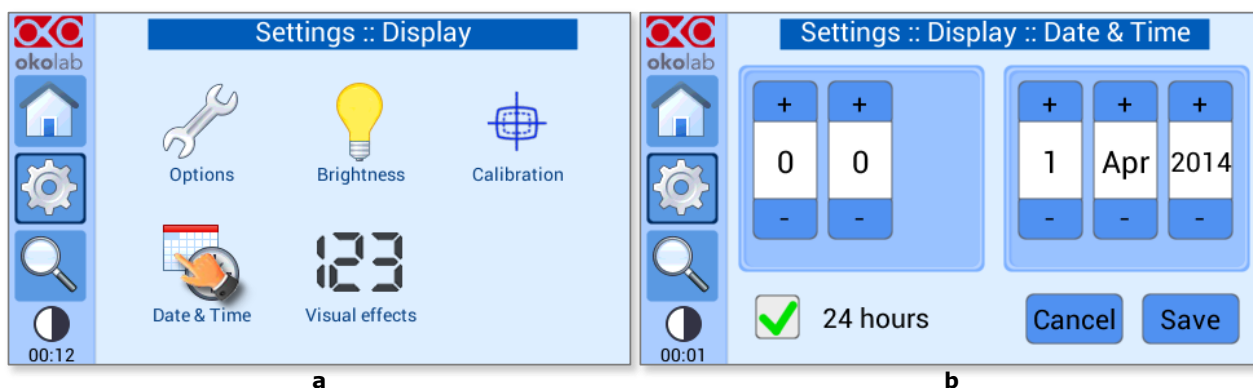

Figura 67. Configuración de fecha y hora
- 1 Pulse el icono de *Fecha y hora* , consulte la figura 67(a).
- 2 Establezca los valores, como se muestra en la figura 67(b).